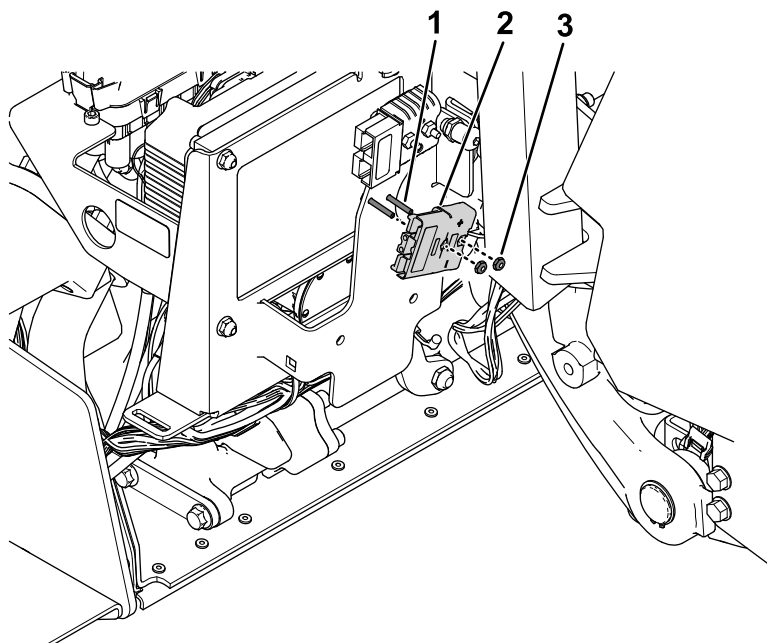

Figur 36
3. Ta bort det befintliga säkringsfästet från ramen (Figur 36). Spara fästelementen.